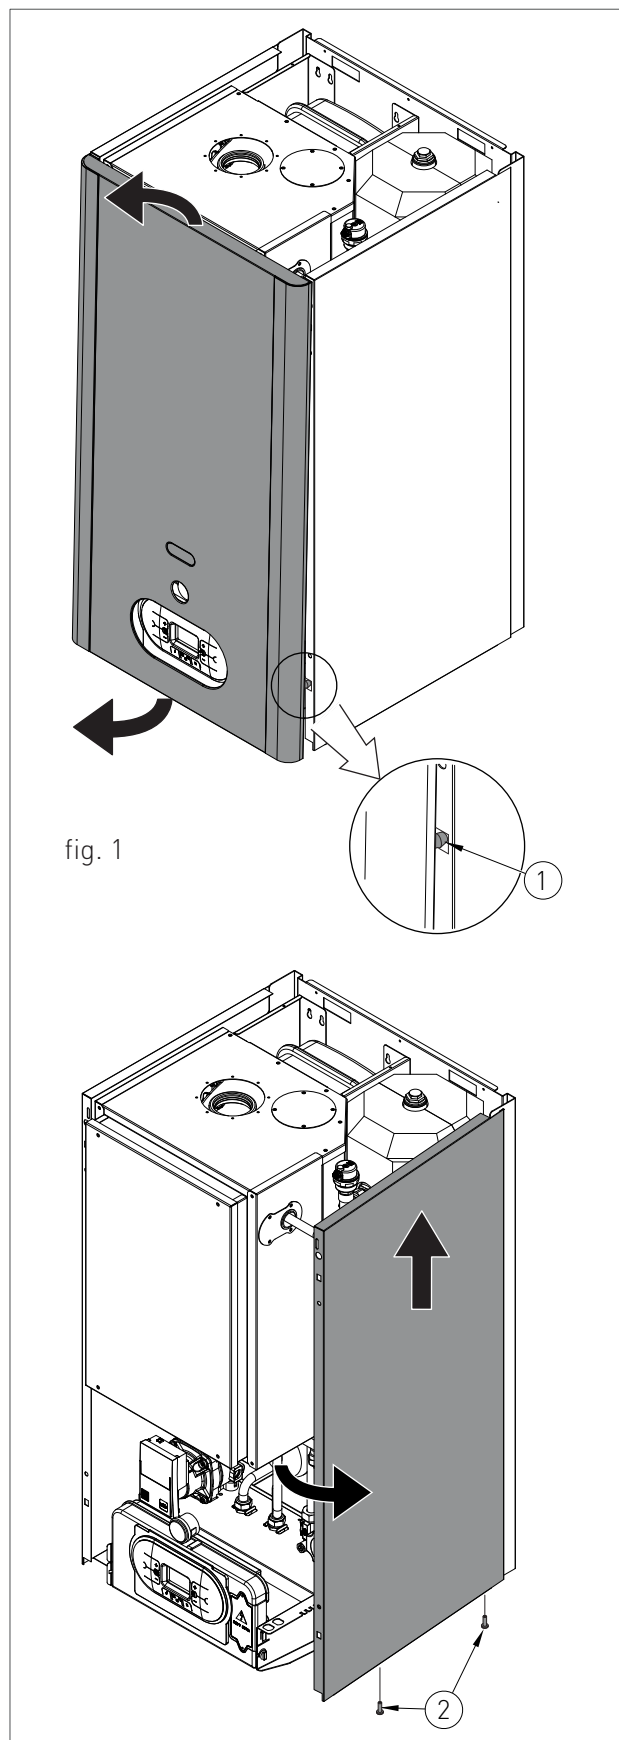

fig. 1
- › rimuovere le viti (2 - fig.1) di fissaggio poste nel bordo inferiore del pannello laterale;
- › afferrare la base del pannello e, dopo averlo spostato lateralmente, estrarlo alzandolo (vedi fig. 1).